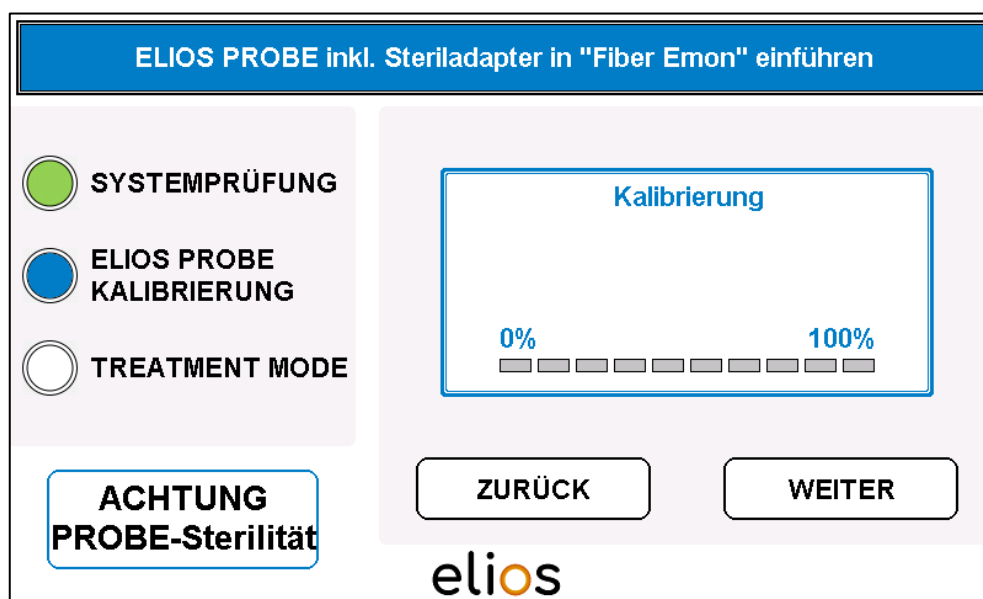

Abb. 4-10: Einstecken der Faser mit Steriladapter
- Den Vorgang mit Drücken der „**WEITER**“ Schaltfläche bestätigen (Abb. 4-10).